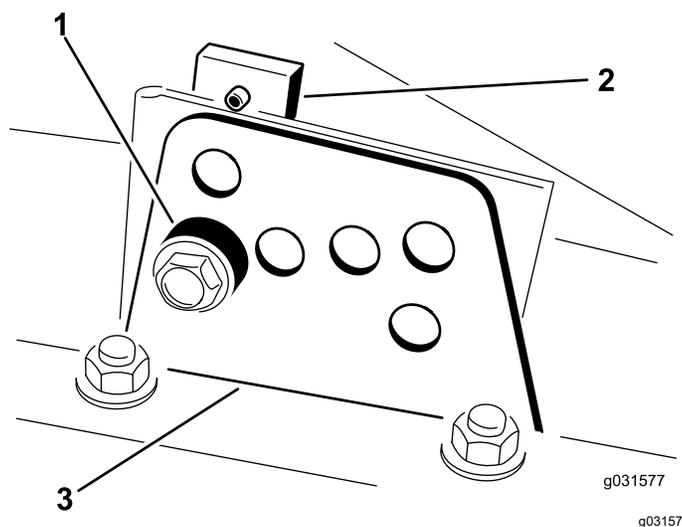

Рисунок 19
- Ослабьте болт, который крепит каждый кронштейн высоты скашивания к пластине регулировки высоты скашивания (с передней и боковых сторон), как показано на Рисунок 19.
- Удерживая камеру, снимите проставку (Рисунок 19).